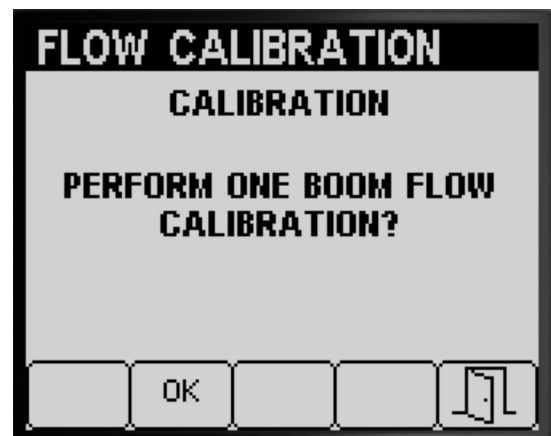

Figura 59
Se avete completato una taratura di 3 sezioni di irrorazione e una taratura di 2 sezioni di irrorazione, l'InfoCenter vi invita a eseguire una taratura di 1 sezione di irrorazione (Figura 59); eseguite una delle azioni seguenti:
- Se non dovete eseguire una taratura di 1 sezione di irrorazione, premete il pulsante 5 per tornare alla schermata Taratura (Figura 59).